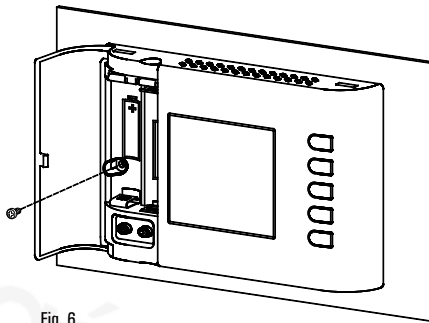

Fig. 6
Le chrono-thermostat offre la possibilité de brancher au connecteur en Fig. 6 une interface téléphonique dont le relais de sortie maintient l'état demandé (fermé ou ouvert) pour tout le temps nécessaire (non à impulsion).
- 5 Fixer le corps de chrono-thermostat à la plaque murale par la vis incluse dans la confection et qui se trouve à l'intérieur du compartiment des piles (Fig. 6).